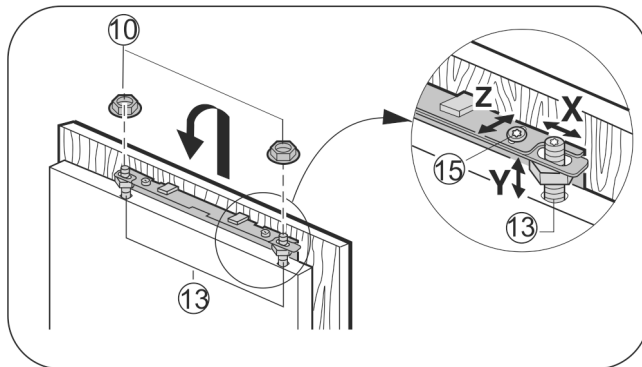

Fig. 19
- Nábytkové dvere zaveste na justovacie čapy Fig. 19 (13) a poistné matice Fig. 19 (10) na justovacích čapoch ľahko pritiahnite.
- Nábytkové dvere vyrovnajte vo výške Y a vyrovnajte bočný sklon: Justovacie čapy Fig. 19 (13) nastavte pomocou skrutkovača.
- Poistné matice Fig. 19 (10) pritiahnite.